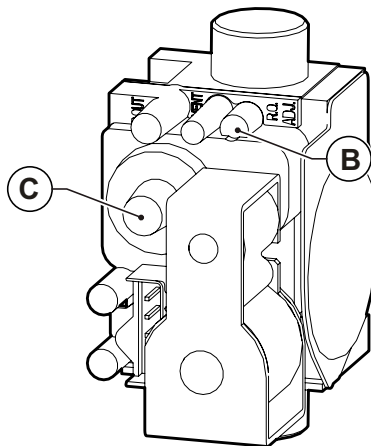
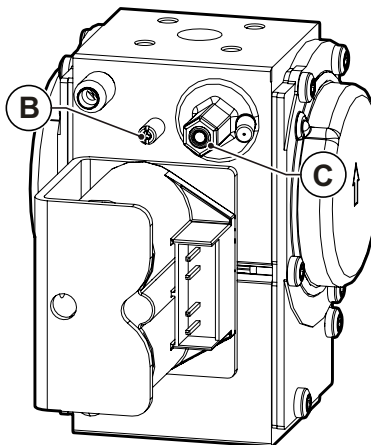

Fig. 46 Regulación valor anhídrido carbónico KR 45
Fig. 47 Regulación valor anhídrido carbónico KR 85
- Regular el valor del anhídrido carbónico (CO₂) en los humos girando el regulador de relación **B** (ver Fig. 46 Regulación valor anhídrido carbónico KR 45 y Fig. 47 Regulación valor anhídrido carbónico KR 85) y asegurarse de que no supere los límites de la Tab. 1 Datos de calibrado KR 45 y de la Tab. 2 Datos de calibrado KR 85.
- Regular el valor del anhídrido carbónico (CO₂) en los humos girando el regulador de offset **C** (ver Fig. 46 Regulación valor anhídrido carbónico KR 45 y Fig. 47 Regulación valor anhídrido carbónico KR 85) y asegurarse de que no supere los límites de la Tab. 1 Datos de calibrado KR 45 y de la Tab. 2 Datos de calibrado KR 85.